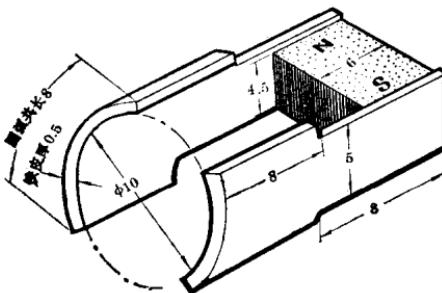

图 1-6
1. 电动机定子。制作时请参看图 1-6。
磁钢可利用损坏了的微型耳塞机中的恒磁性瓷，也可用电动式或舌簧式喇叭中的恒磁性瓷。有条件的话，可用电动砂轮机磨下一块尺寸大小符合图示要求的使用。没有电动砂轮机，可以用钢锯先大致按图示尺寸锯下一块，然后再在砂轮石上（也可在毛糙的水泥地坪上）磨成图示的大小。注意：磁钢的极性一定要安装成图 1-6 那样，不可装反。为此，安装时可用一只小型指南针检验一下。
轭铁用厚 0.5 毫米的铁片按图 1-6 所示尺寸剪下锉制。如果找不到 0.5 毫米厚铁片，可用食品罐头薄铁皮剪下同样的三块，叠成 0.5 毫米厚，焊牢，再弯制成图所示的形状。